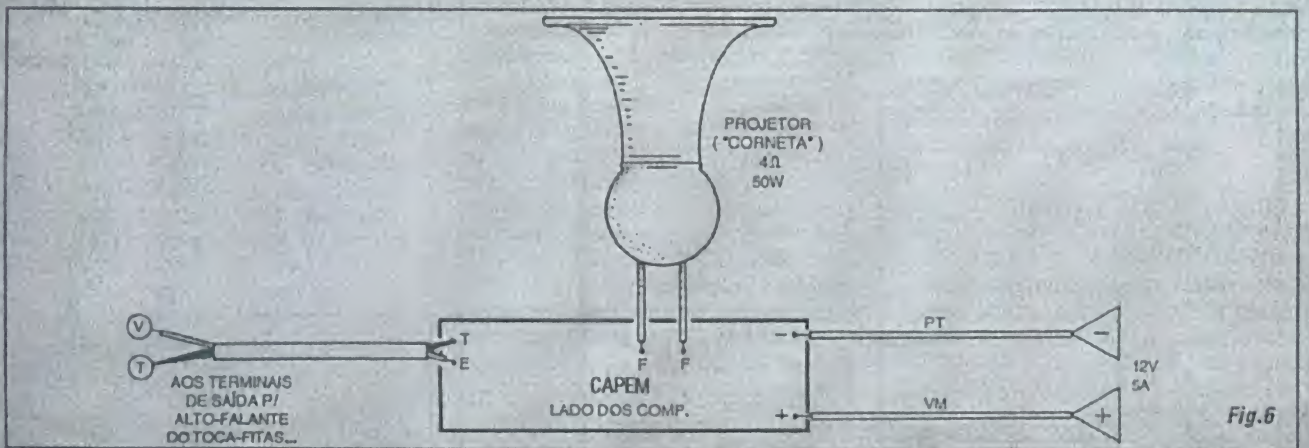

Fig.6
**- FIG. 6 - CONEXÕES EXTERNAS À PLACA...** - Para simplificar a visualização, "apagamos" da placa (lado não cobreado, dos componentes...) todas as peças, de modo a enfatizar apenas as ligações externas... Observar a polaridade dos cabos da alimentação, sempre com a recomendação de praxe, de se usar fio vermelho na cabagem do positivo e fio preto na do negativo... Notar ainda a cabagem de Entrada do sinal, preferencialmente feita com um blindado mono, observadas as identificações do "vivo" (V) e "terra" (T). As conexões aos terminais da "corneta" (lembrar que não é possível nesse Amplificador, usar-se a "terra" como um dos percursos para ligação do transdutor...) não são polarizadas, podendo ser feita com cabo paralelo (ou dois cabos isolados...) comum, no conveniente comprimento...
Por questões de visualização, obviamente que a "corneta" não tem, na FIG. 6, um tamanho proporcional à placa... Na "vida real", o transdutor, com aquele baita "sino" exponencial, é um verdadeiro "trambolho", bem maior do que a plaquinha da CAPEM... Com um pouco de habilidade e raciocínio, não será difícil, inclusive, embutir o circuito numa pequena caixa alongada, fixando o conjunto (com braçadeiras, parafusos e porcas...) à própria traseira da "corneta", compondo um conjunto elétrica e mecanicamente coeso e compacto, facilitando a instalação final...
Também não é "proibido" que a CAPEM fique, na sua caixinha, dentro do veículo, ligado à "corneta" (esta lá fora, fixada sobre uma armação, no teto da viatura...) por um mero par de fios ou cabo paralelo, "nos conformes" da FIG. 6...